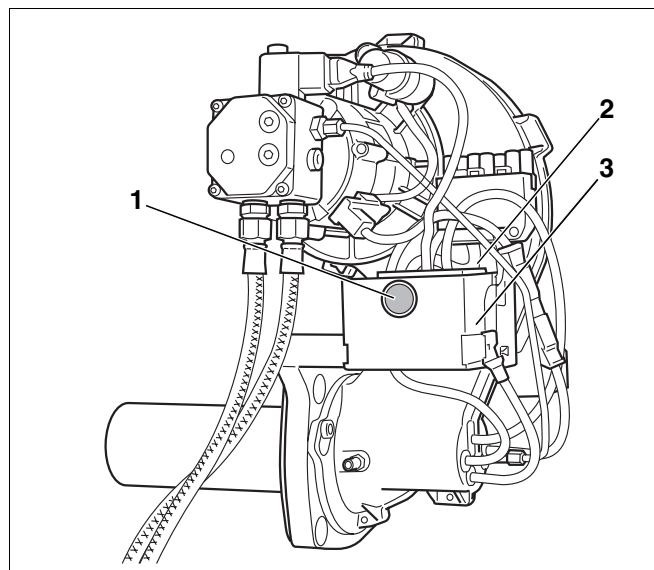

Рис. 16 Кнопка подавления помех и сигнальная лампа
- Выпускайте воздух из системы с помощью встроенного топливного насоса без повторного нажатия кнопки подавления помех (рис. 16, поз. 1).
- Нажимать на кнопку подавления помех (рис. 16, поз. 1) более 1 секунды. Примерно через пять секунд горелка перейдет в пусковой или рабочий режим (см. таб. 10, "Показание рабочего состояния горелки на многоцветном светодиоде", стр. 18).
- Нажмите кнопку подавления помех (рис. 16, поз. 1, стр. 22).